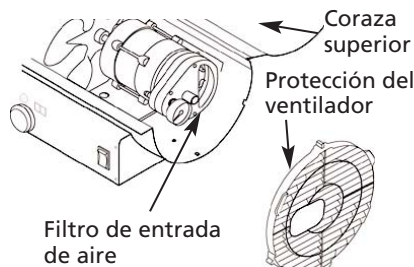

Figura 14 – Acceso al Filtro de Aire
- Desmonte la coraza superior y la cubierta del ventilador (consulte la sección Filtro de entrada de aire y la Figura 14).